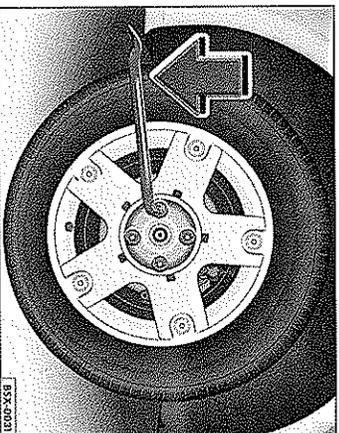

Fig. 10 Afloje los tornillos de la rueda
- Coloque la llave de rueda sobre el tornillo de la rueda, hasta apoyar => fig. 10.